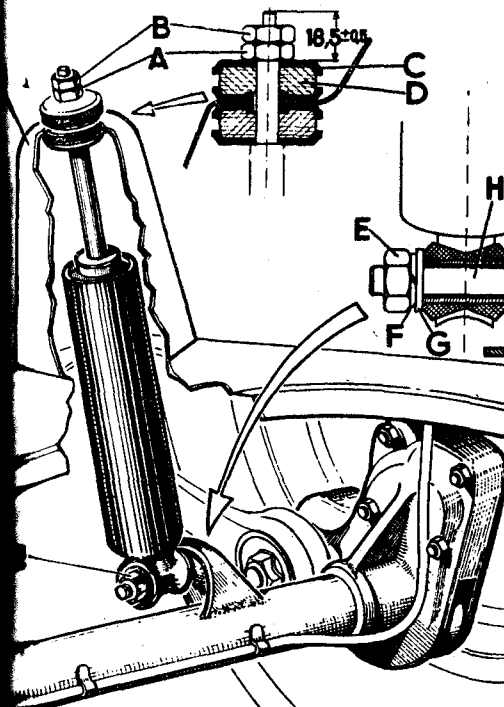

Fig. 2. — Montage d'un amortisseur De Carbon à l'arrière
Déposer le contre-écrou (B) de l'écrou (A) (fig. 2).